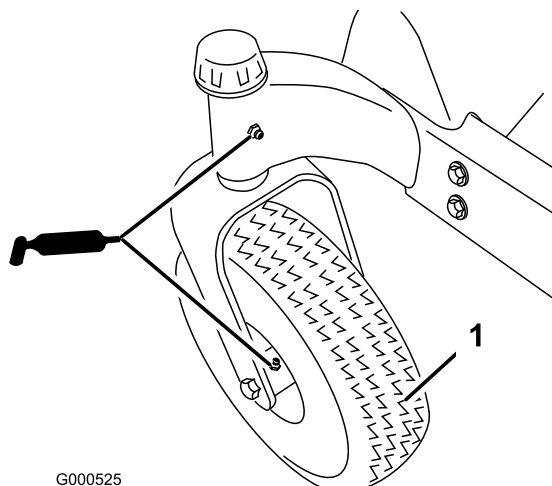
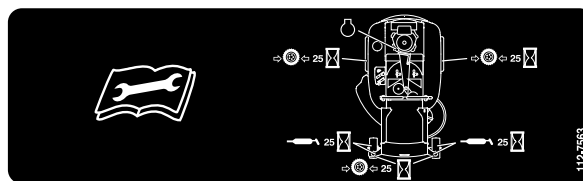

Figura 30
Figura 31
Ingrassate i perni delle ruote orientabili anteriori e le ruote (Figura 30).
3. Pulite i raccordi d'ingrassaggio (Figura 30 e Figura 31) con un cencio, e togliete eventuali tracce di vernice davanti ai raccordi.
4. Collegate un ingrassatore a pressione a ciascun ingrassatore (Figura 30 e Figura 31). Pompate del grasso nel raccordo finché non inizia a fuoriuscire dai cuscinetti.